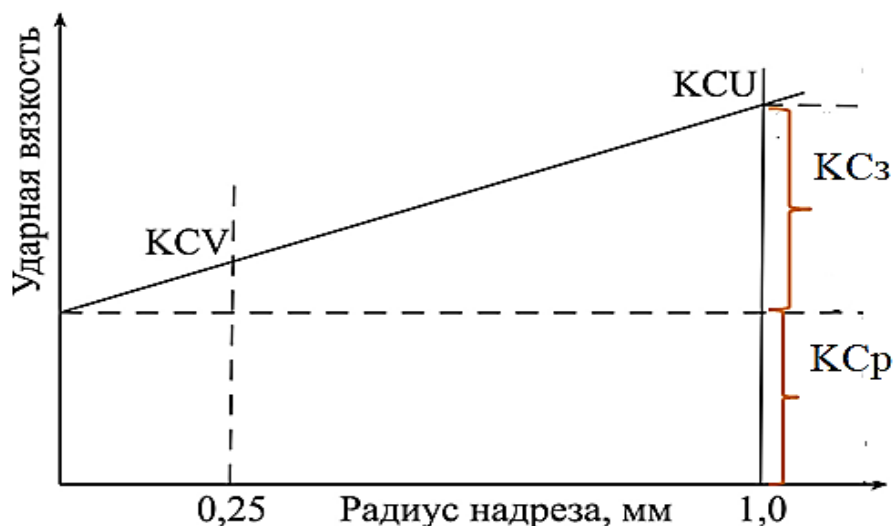

Рис.4.2. Зависимость ударной вязкости от радиуса надреза образца и схема определения энергии зарождения (KCз) распространения (KСр) трещины по методу Гуляева
4. Работа зарождения и распространения трещины по методу Гуляева определяется экстраполяции графика зависимости ударной вязкости от радиуса надреза на нулевое значение радиуса (рис. 4.2).